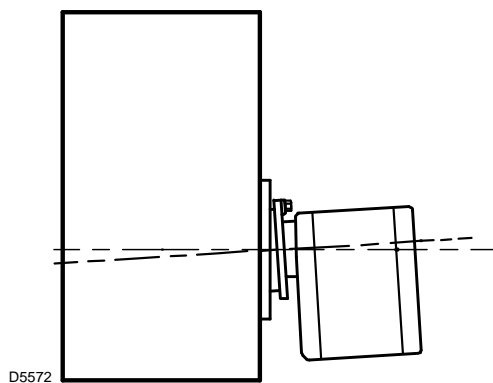

Fig. 8
- Vérifiez que le brûleur installé soit légèrement incliné vers le bouton (Fig. 8).